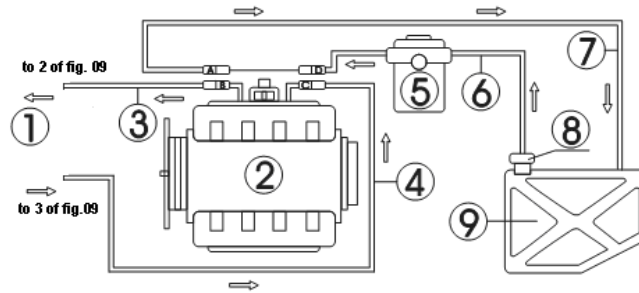

Рис. 09
Подключение шлангов двигателя с возвратным шлангом, как показано на Рис. 09.
- 1) Отсоединить соединения шлангов подачи топлива (С, D) и шлангов возврата топлива (А, В) топливной системы двигателя (при отсоединении соединителя обернуть его куском ткани). Подобрать необходимые соединители и подсоединить их к концу шланга В и к концу шланга С отдельно, а затем подсоединить другие концы к соответствующему возвратному шлангу и выпускному шлангу установки. См. Рис. 09.